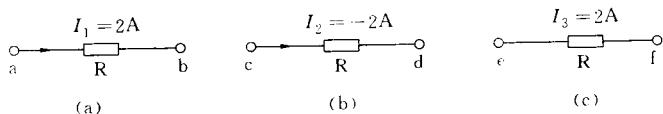

图 1-6
**例 1.1** 如图 1-6 所示，请说明电流的实际方向。
解：(1)图 1-6(a)中电流的参考方向由 a 到 b,  $I_1=2A>0$ , 为正值, 说明电流的实际方向和参考方向相同, 即从 a 流到 b。
(2)图 1-6(b)电流的参考方向由 c 到 d,  $I_2=-2A<0$ , 为负值, 说明电流的实际方向与参考方向相反, 即从 d 到 c。
(3)图 1-6(c)不能确定, 因为没有给出电流的参考方向。